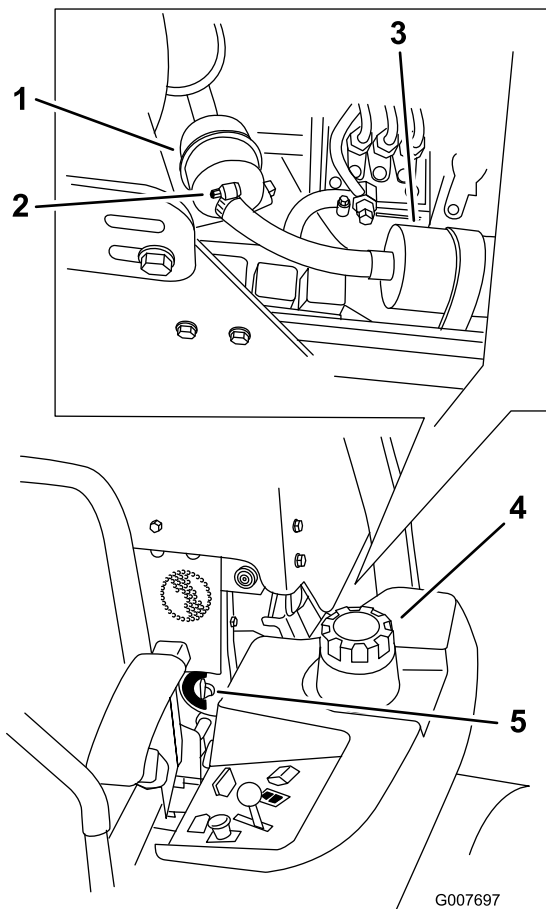

Figura 71
4. Chiudete la valvola di intercettazione del carburante (Figura 71).
5. Allentate le 2 fascette stringitubo e scollegate i tubi del carburante dal filtro carburante (Figura 71).
6. Montate un nuovo filtro. Collegare i tubi del carburante al filtro carburante e montate le 2 fascette stringitubo (Figura 71).